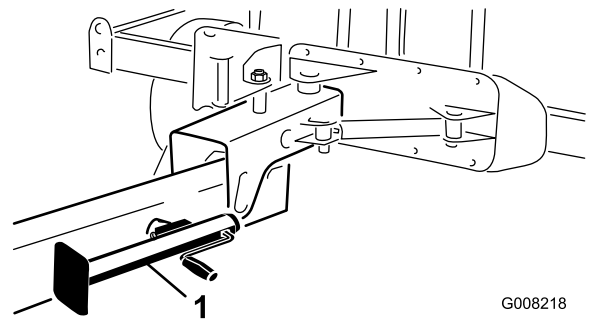

Figura 19
4. Sollevate il cavalletto e fissatelo in posizione di rimessaggio (Figura 19).